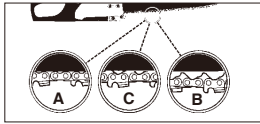

Bild. 6
⚠ VORSICHT: Wenn die Sägekette ZU LOCKER oder ZU STRAFF ist, nutzen sich die Zähne, die Schiene, die Kette und das Kurbelwellenlager schneller ab. Bild. 6 informiert über die richtige kalte Spannung (A) und warme Spannung (B), und dient als Anleitung für weitere Einstellungen der Sägekette (C).